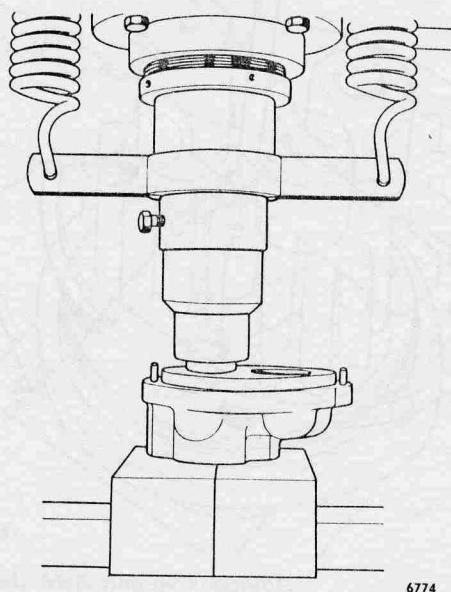

Fig 172. Montering av nållager.
- 19. Pressa i nållagren i adaptern och locket, se fig 172. Lagerbanorna skall ligga 0,17-0,22 mm (.007"-.009") under de maskinbearbetade ytorna, vilket är nödvändigt för att inte slitbrickorna skall komma i beröring med lagerhållarna. Gör så här: Placera en plan platta på lagret och pressa ned det till den maskinbearbetade ytan. Läg därefter på 0,20 mm tjocka mellanlägg (t ex 2 st detalj nr 70-84219) på lagret och pressa åter ned det. Se till att ytan, på såväl monteringsplattan som adapter resp lock, är väl rengjorda innan lagren pressas i.